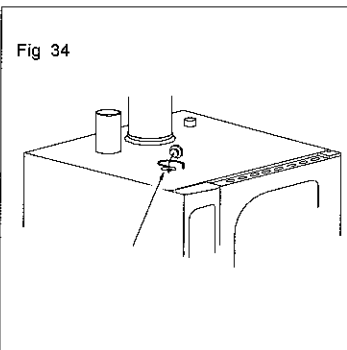

Fig 34
- PARA FORNOS 6GN 1/1 10GN 1/1: Deitar cerca de 4 litros de vinagre dentro do respiradouro (Fig. 34)